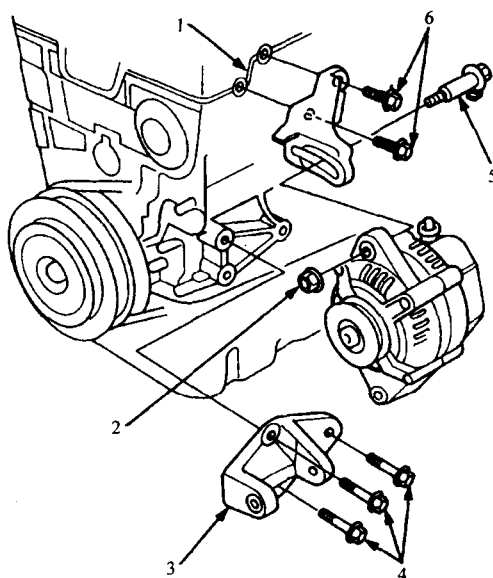

图 1-8 交流发电机的固定——1994~1997 年英蒂格拉
①安装交流发电机并安装固定螺栓和调整螺母。安装支架和支架螺栓,将其拧紧至 33 lbf·ft (45N·m)。
②降低交流发电机并安装下固定螺栓。安装交流发电机传动带和调整螺母。拉紧传动带,将调整螺母拧紧至 17 lbf·ft (24N·m)。
③重新接上所有的接线。
④在内侧万向节末端端用一个新的定位圈,将其推入中间轴。用塑料手锤敲击半轴,安装好定位圈
⑤将外侧万向节放入,并在下摆臂中固定球节。将螺母拧紧至 40 lbf·ft (55N·m)。如果需要,用一个新的开口销紧固。
⑥安装减振器叉形臂、固定夹螺栓和叉形臂螺母。将固定夹螺栓拧紧至 32 lbf·ft (44N·m),将叉形臂螺母拧紧至 47 lbf·ft (65N·m)。
⑦安装新的自锁螺母、车轮。在拧紧主轴螺母前,使车辆落地。当车辆在千斤顶或起重机上时,拧紧主轴螺母可能会导致车辆倾斜。
⑧当车辆落地后,将主轴螺母拧紧至 134 lbf·ft (185N·m)。
⑨重新接上蓄电池负极接线。
2) 1994~1997 年英蒂格拉 (图 1-8)